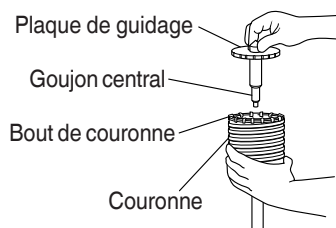

Fig. 20
- (3) Introduire le goujon central dans la plaque de guidage jusqu'à ce qu'il arrête.
- (4) Engager la plaque de guidage dans la couronne et tourner la plaque de guidage à gauche ou à droite de manière à ce qu'elle à ce qu'elle ne puisse pas tomber, même si elle orientée vers le bas. (Fig. 20)